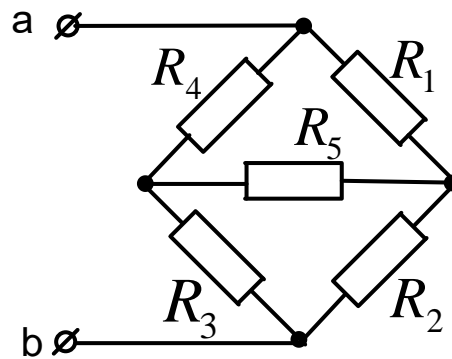

Рисунок 12
**Задача 7.** Определить эквивалентное сопротивление схемы (рис.12) относительно зажимов  $ab$ , если  $R_1=60\text{Ом}$ ;  $R_2=120\text{Ом}$ ;  $R_3=80\text{Ом}$ ;  $R_4=80\text{Ом}$ ;  $R_5=120\text{Ом}$ .